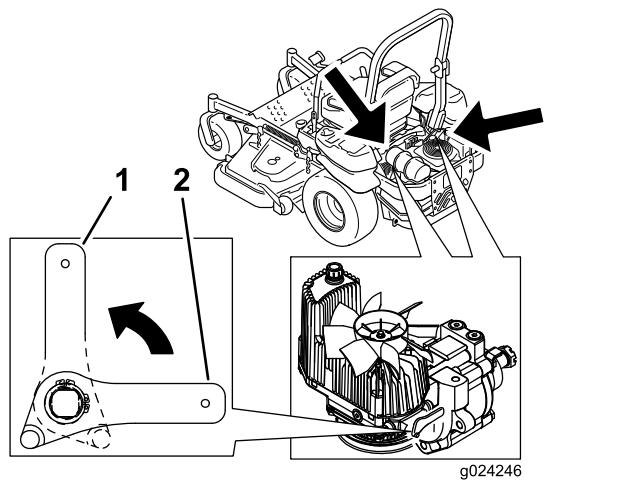

Figura 39
3. Gire las palancas de las válvulas de liberación a la posición vertical para empujar la máquina (Figura 39).
- Gire las palancas de las válvulas de desvío a la posición horizontal para conducir la máquina (Figura 39).